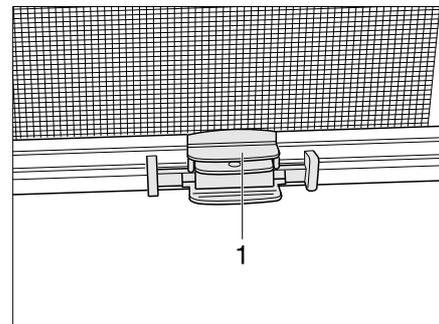

Bild 44 Rollo
- Abschluss-Stab (Bild 44,1) des Insektenschutzrollos in der Mitte greifen und zum Abschluss-Stab des Verdunklungsrollos führen.
- Abschluss-Stab (Bild 44,1) des Insektenschutzrollos halten und Rastklinge betätigen.